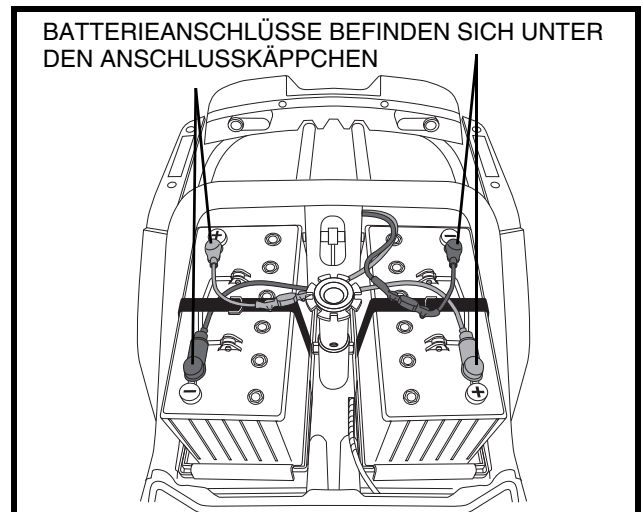

Abb. 13. Batterie Ausbau/Einbau
3. Entfernen Sie die Batterie Abdeckung indem Sie die vier (4) Schrauben, die es am Scooter Rahmen befestigen, abschrauben und die Abdeckung hoch und vom Scooter heben. **Siehe Abb12.**
7. Legen Sie neue Batterien ein. Jeder Anschluss sollte vom Sitzpfosten wegschauen. **Siehe Abb. 13.**